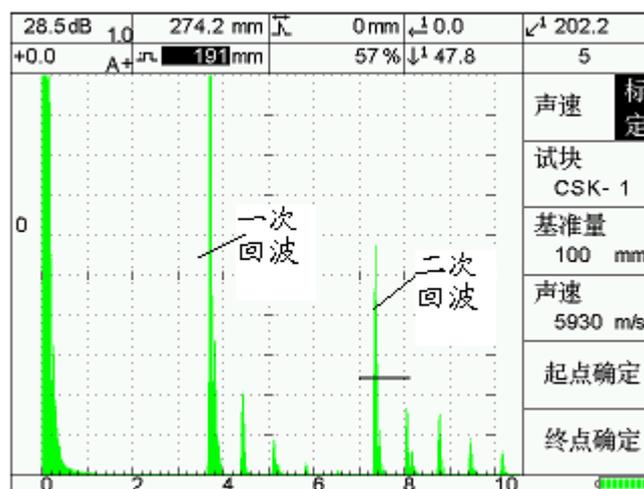
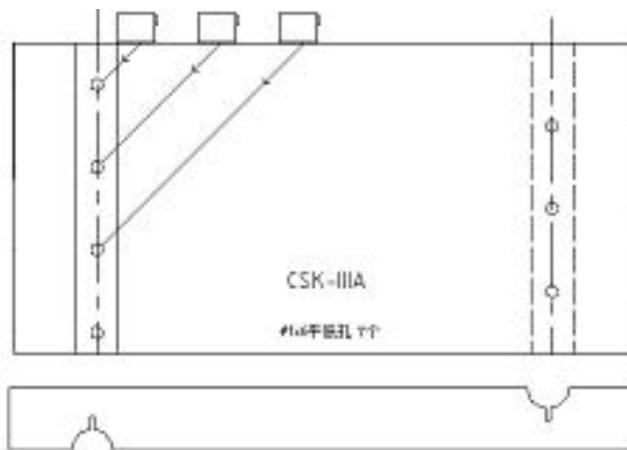

图 4-1
图 5-3
(1) 进入[基础]-[C],调节探头参数。操作方法见(3.9节探头参数调节)。
(2) 按[标定]-[C],进入声速标定菜单。见图4-1
(3) 按[A],**试块反显**。按【调节键】即可调节,一般选择CSK-1。测工件声速时请选其他,下面以CSK-1试块、直探头为例:
(4) 按[B],选择基准量(单位mm),如上图按【调节键】输入100mm。
(5) 按【闸门1】键,调节闸门1到一次回波位置,按[D]起点确定。
(6) 调节闸门1到二次回波位置,按[E]终点确定。
(8) 此时声速即[C]位置，出现标定结果，如图 4-1 为 5930m/s。仪器将自动记录。
(3) 调整好曲线参数后,按[E]确定,返回图 4-1。将探头放置在 CSK-III 试块上,如图 5-3 所示。对准第一个基准孔(10mm)深的孔,移动探头寻找最高波。
(4) 按【闸门 1】键,调节闸门 1 到最高波位置,使用自动增益功能,将该波的幅度提到 80%左右。按[A]确定,完成第一个基准点的制作。
(5) 重复(3)、(4)的过程,依此制作 20mm、30mm、40mm……(注意后面的制作不要使用自动增益功能,因为幅度不用再调节)。
(6) 在制作过程中,如果对哪个基准点做出调整,可以将闸门 1 移到该基准点,重新移动探头寻找最高波,再制作。
(7) 按[B]完成 DAC 曲线的制作。